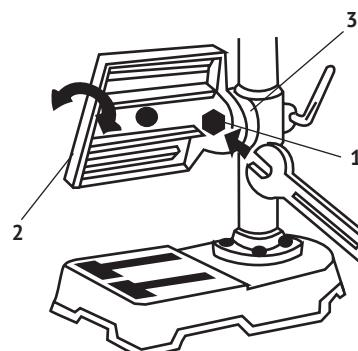

рис. 5
Изменение наклона рабочего стола (см. рис.5)
- ослабить ключом винт фиксации (рис.5 поз.1);
- повернуть рабочий стол (рис.5 поз.2) по шкале угла поворота (рис.5 поз.3) на нужную величину;